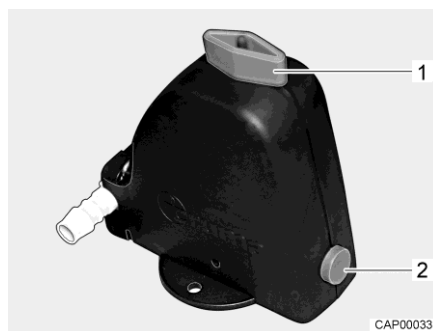

Fig. 263 Valvola di sicurezza/di scarico (Truma)
- Chiudere la valvola di sicurezza/di scarico (Truma). A tal fine ruotare la manopola (Fig. 263,1) verticalmente rispetto alla valvola di sicurezza/di scarico e premere verso l'interno il bottone automatico (Fig. 263,2). Con temperature inferiori a 6 °C non è possibile chiudere la valvola di sicurezza/di scarico. Per questo motivo è necessario inserire il riscaldamento dell'abitacolo ed aspettare che la temperatura della valvola di sicurezza/di scarico salga sopra gli 6 °C.